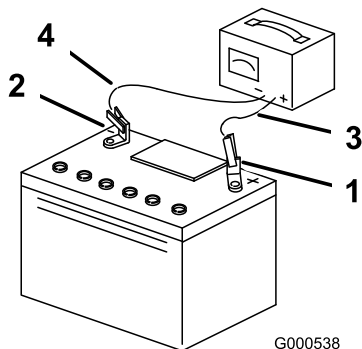

Figure 51
5. Quand la batterie est chargée au maximum, débranchez le chargeur de la prise, et débranchez les fils du chargeur des bornes de la batterie (Figure 51).